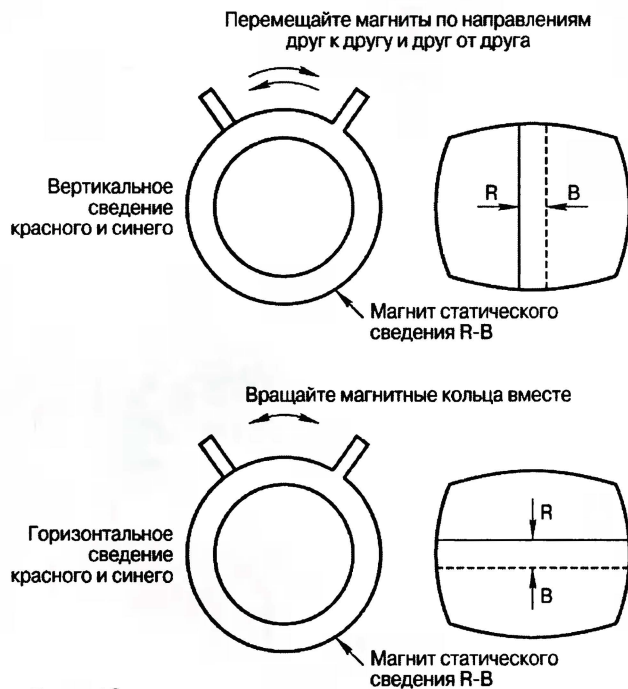

Рис. 12
3. Вращая магниты R и B (вторая пара на МСУ), совмещают красные и синие линии в центре экрана (рис. 12).